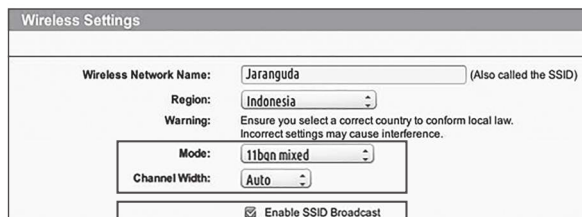

Fig. 1
2. Se till att din routers läge 802.11 för trådlösa inställningar använder blandad b/g/b (Se Fig. 1)
3. Se till att din routers trådlösa kanal-/bandbreddinställning är satt till Auto eller 20M eller 20M med blandad 40M. (Se Fig. 1)
4. Se till att SSID-sändning är aktiverad på din router när du ansluter apparaten till appen. Du kan sedan avaktivera den efter att anslutningen har upprättats. (Se Fig. 1)